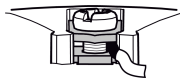

Рисунок 6.3 – Монтаж провода
4. Выполнить подключение внешних электрических цепей. Провода следует монтировать между пластинами (см. рисунок 6.3).